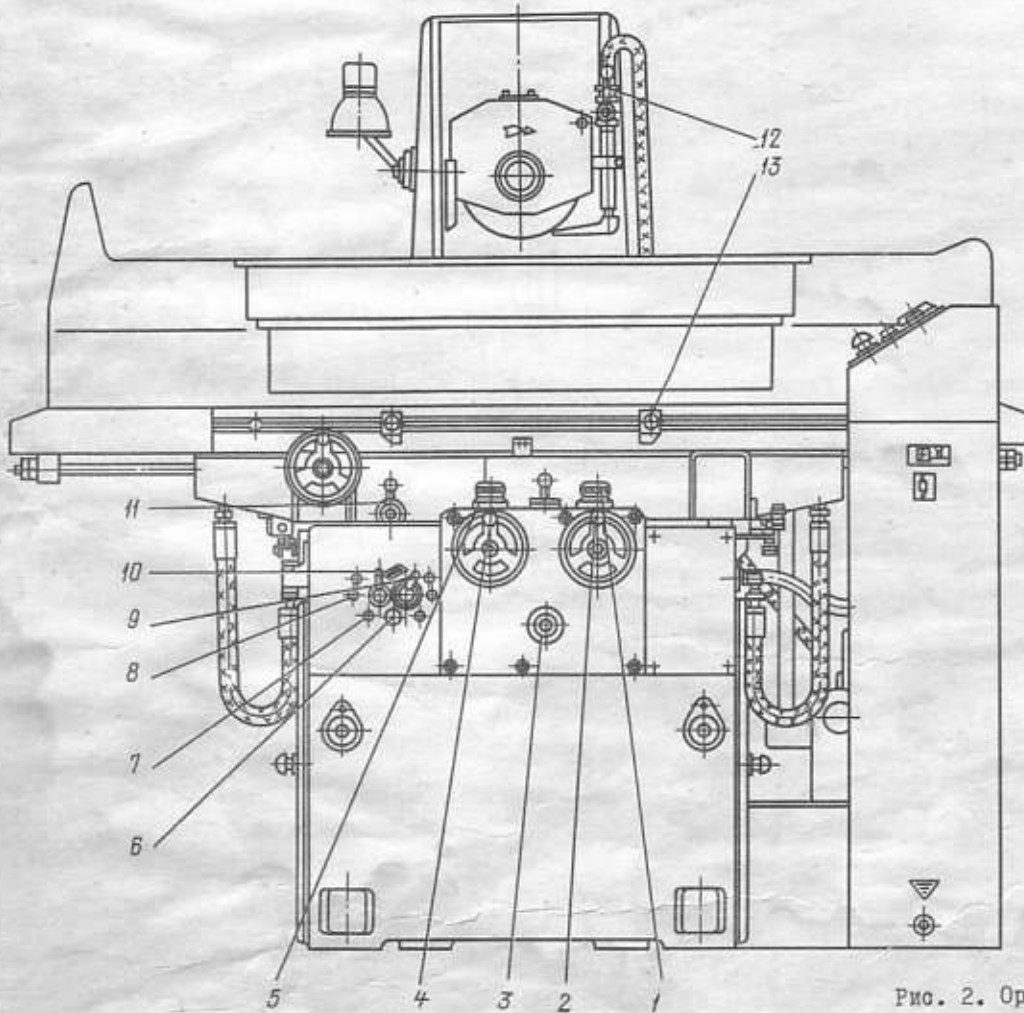

Рис. 2. Органы управления станка
I.3.1. Общий вид с обозначением органов управления представлен на рис. 2.
Поз. на рис. 2	Органы управления и их назначение